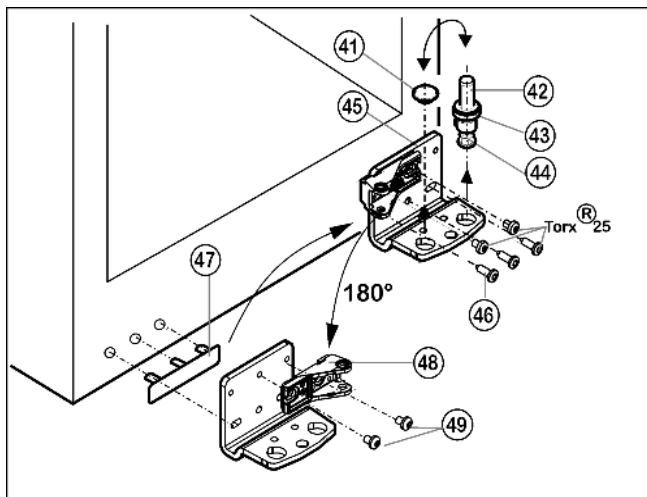

Fig. 12
- ▶ Lagerbout *Fig. 12 (42)* compleet met schijfje *Fig. 12 (43)* en stelplaatje *Fig. 12 (44)* naar boven eruit trekken.
- ▶ Stop *Fig. 12 (41)* eraf halen.
- ▶ Lagerbus *Fig. 12 (45)* losschroeven *Fig. 12 (46)*.
- ▶ Lagerdeel *Fig. 12 (48)* losschroeven en van binnen 180° gedraaid weer goed vastschroeven.
- ▶ Afdekking aan de greepzijde *Fig. 12 (47)* voorzichtig optillen en op de tegenoverliggende zijde plaatsen.
- ▶ Onderste lagerbus *Fig. 12 (45)* aan de nieuwe scharnierzijde evt. met behulp van een accuschroevendraaier (met 4 Nm) weer goed vastschroeven.
- ▶ Stop *Fig. 12 (41)* weer in het andere gat aanbrengen.
- ▶ Lagerbout *Fig. 12 (42)* compleet met schijfje en stelplaatje weer aanbrengen. Er daarbij op letten, dat de sluitnok naar achter wijst.